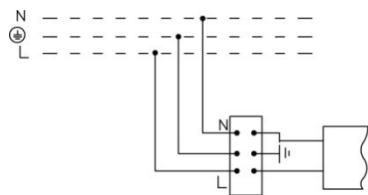

Рис. 1
- 5.2. Підключення світильника до мережі живлення виконується до клем L, N, клемної колодки через сальник, що постачається у комплекті (рис. 1).